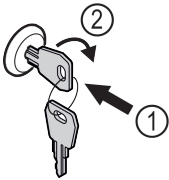

Fig. 143
- ▶ Пъхнете ключа Fig. 143 (1).
- ▶ Завъртете го на 90° по посока на часовниковата стрелка Fig. 143 (2).